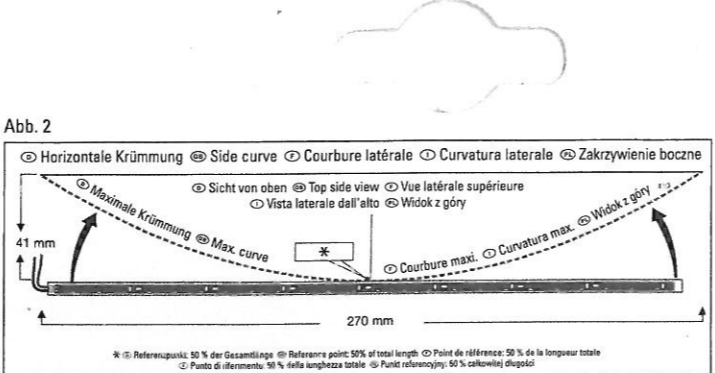

Abb. 2
- Bitte beachten Sie die maximal zulässige Krümmung horizontal (Abb. 2 Sicht von oben) und vertikal (Abb. 3 Sicht von vorne)!
- Observe the maximum permissible curve horizontally (fig. 2 top view) and vertically (fig. 3 front side)!
- Si prega di rispettare la curvatura massima consentita in orizzontale (fig. 2, vista dall'alto) e in verticale (fig. 3, vista dal davanti)!
- Prosimy przestrzegać maksymalnego dopuszczalnego zakrzywienia w poziomie (rys. 2 widok z góry) i w pionie (rys. 3 widok z przodu)!